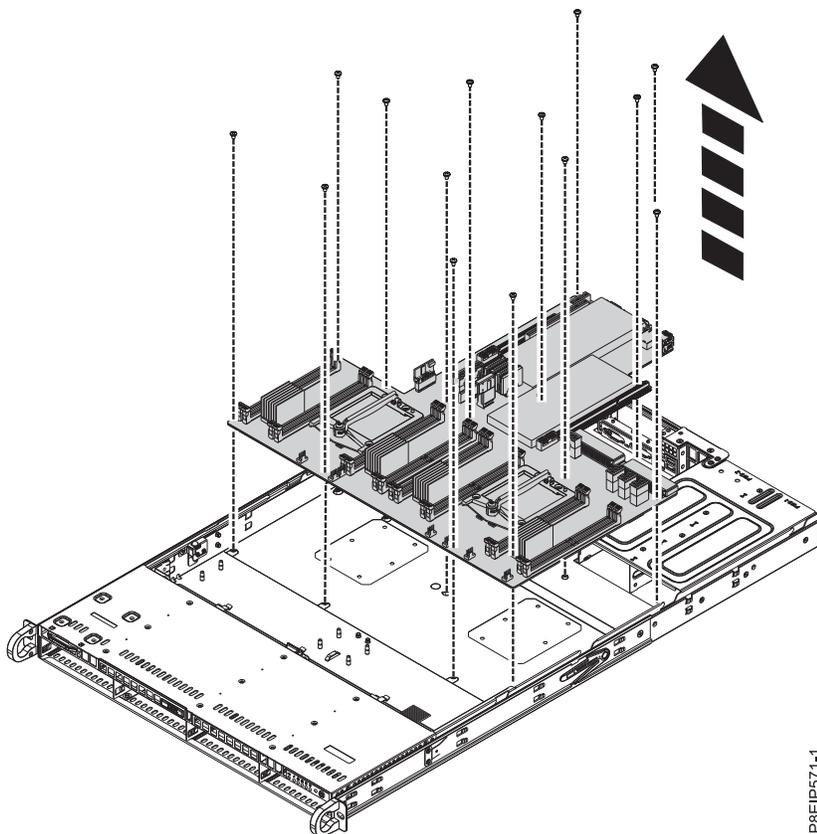

Figura 33. Levantando a painel traseiro do sistema
12. Movendo os cabos frontais para fora do caminho e segurando cuidadosamente o dissipador de calor do processador, mova o painel traseiro do sistema ligeiramente para frente e para cima para removê-lo. Consulte a Figura 33 na página 36.